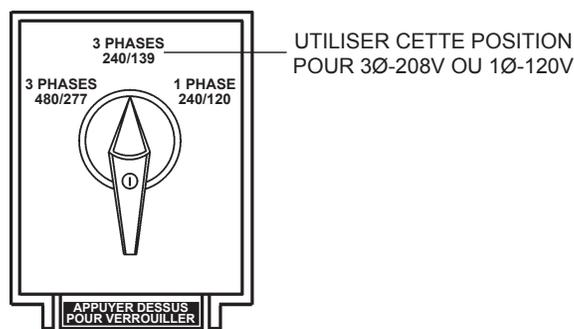

Figure 22. Commutateur de sélection de tension
1. Mettre le commutateur de sélection de tension dans la position 3Ø 240/139 comme indiqué à la Figure 22.